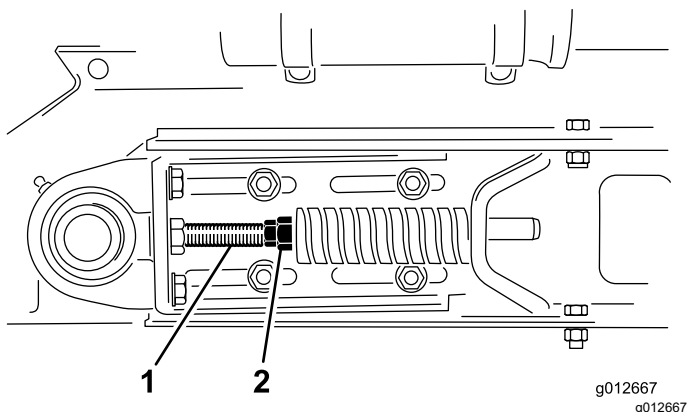

图 30
1. 拧松张力杆上的前、后锁紧螺母以放松弹簧的张紧力图 30。